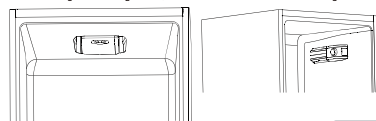

Abb.4
- Die Thermostatgruppe zur Steuerung des Geräts ist im Inneren des Kühlraums untergebracht (Abb. 4). Drehen Sie den Thermostatregler über die Position "0" hinaus. Das Licht ist eingeschaltet, wenn die